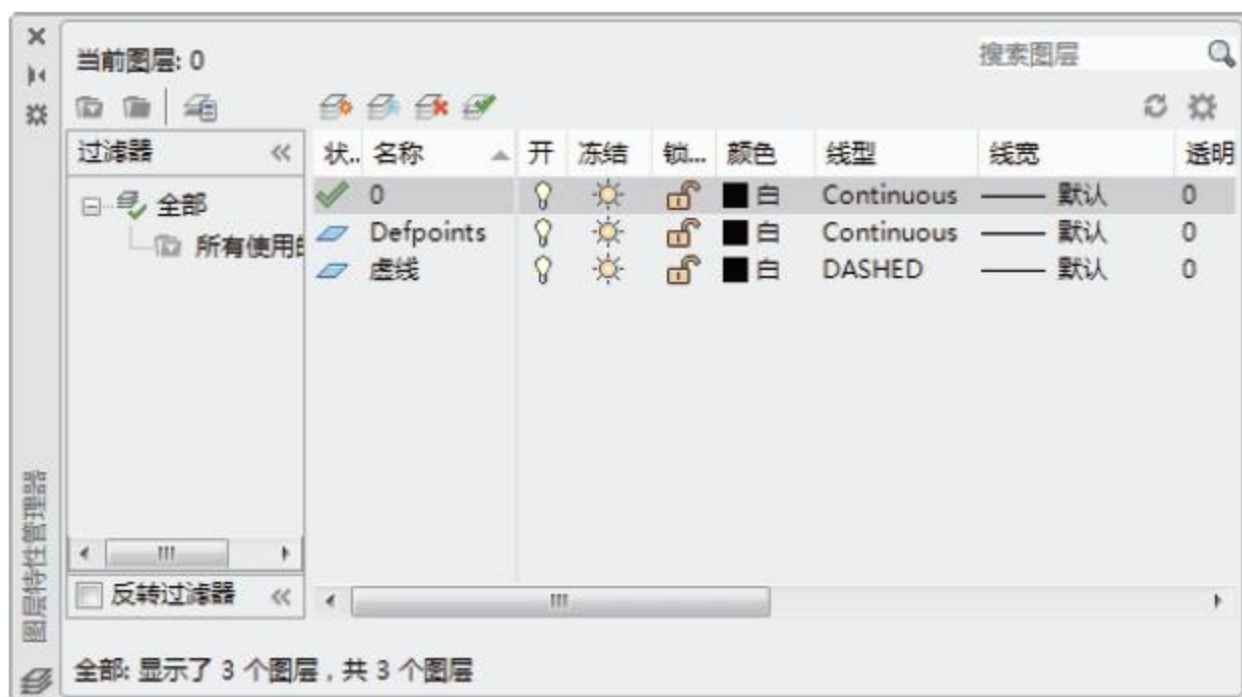

图3-72 新建图层
**01** 新建空白文件。调用LA【图层】命令，创建【虚线】图层，并设置【线型】为DASHED，如图3-72所示。